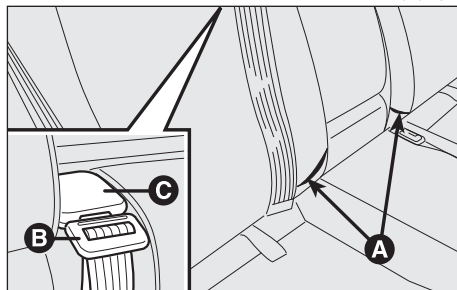

fig. 47
Quando i posti posteriori non sono occupati, utilizzare le apposite tasche (A-fig. 47) poste sullo schienale per riporre ordinatamente le fibbie delle cinture, verificando che la linguetta (B) della cintura centrale addominale sia inserita nel supporto (C) (vedere di seguito il paragrafo "Alloggiamento cintura centrale posteriore addominale").